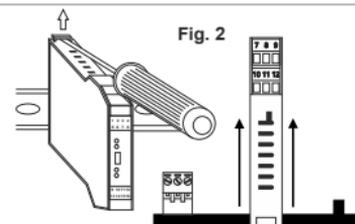

Fig. 2
- 1) Desplazar hacia el exterior los dos ganchos en el lado posterior del módulo como se muestra en **Fig.2**.
Como se muestra en la **Fig.2**: